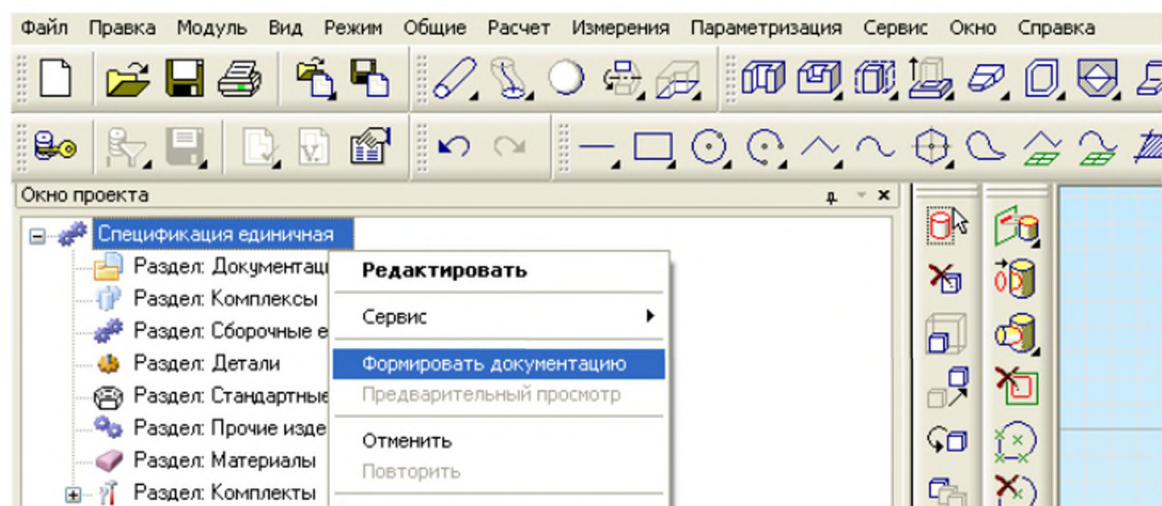

Рис. 7.9
9. По завершении заполнения спецификации выполняется формирование документации. В дереве в окне проекта нужно выделить **Спецификация единичная**. При помощи правой кнопки «мыши» вызвать контекстное меню и выбрать в нем **Формировать документацию** (рис. 7.9). После завершения формирования нажать кнопку **ОК**.